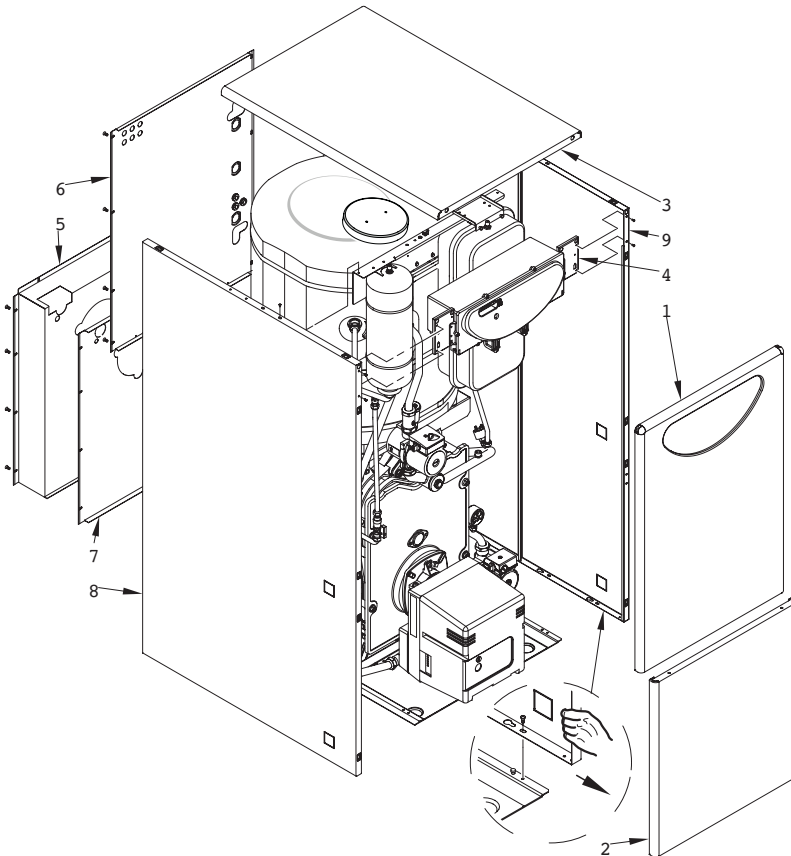

Fig. 13
4.4 DESMONTAJE DE LA ENVOLVENTE (fig. 13)
ra es posible desmontar completamente el blindaje siguiendo la progresión numérica de la fig. 13.